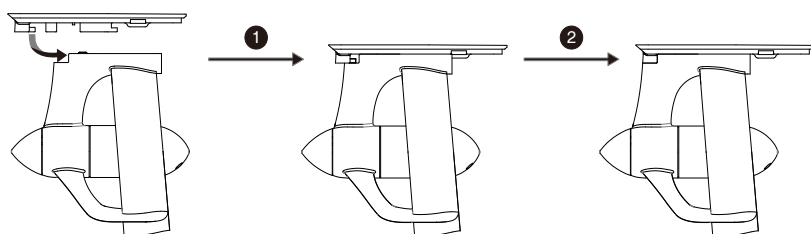

Figura 3-3
- 1) Fixe o adaptador da caixa de aletas insufláveis SUP na base do motor (Figura 3-3). Primeiro alinhe o adaptador com a base do motor; depois insira o adaptador na base do motor até estar bem fixado.